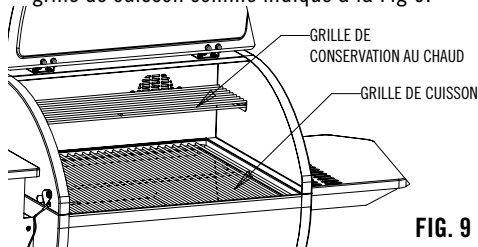

FIG. 9
- Monter la grille de conservation au chaud et la grille de cuisson comme indiqué à la Fig 9.